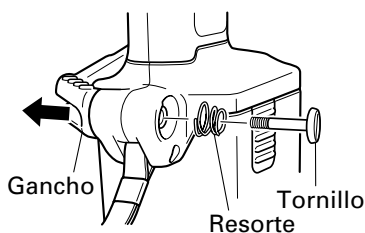

Fig. 7
- Saque el gancho y el resorte. (Fig. 7)